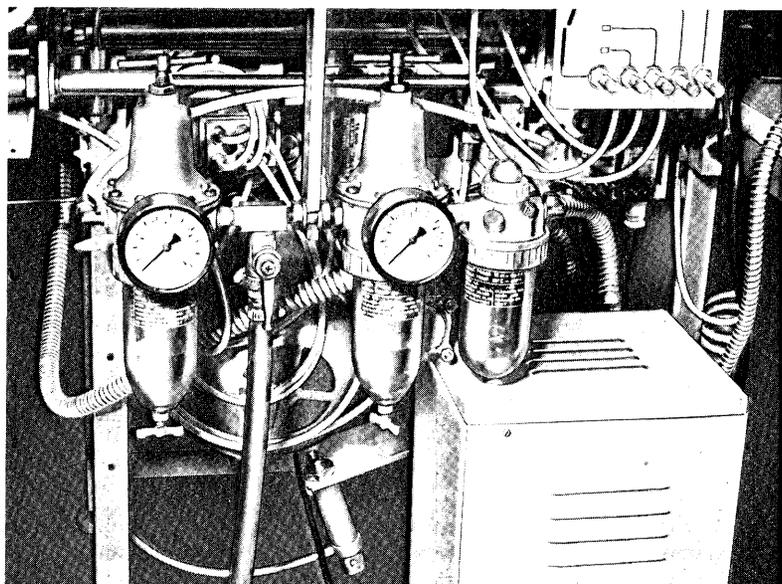

Fig. 8
- q) Un gruppo controllo aria (fig.8)